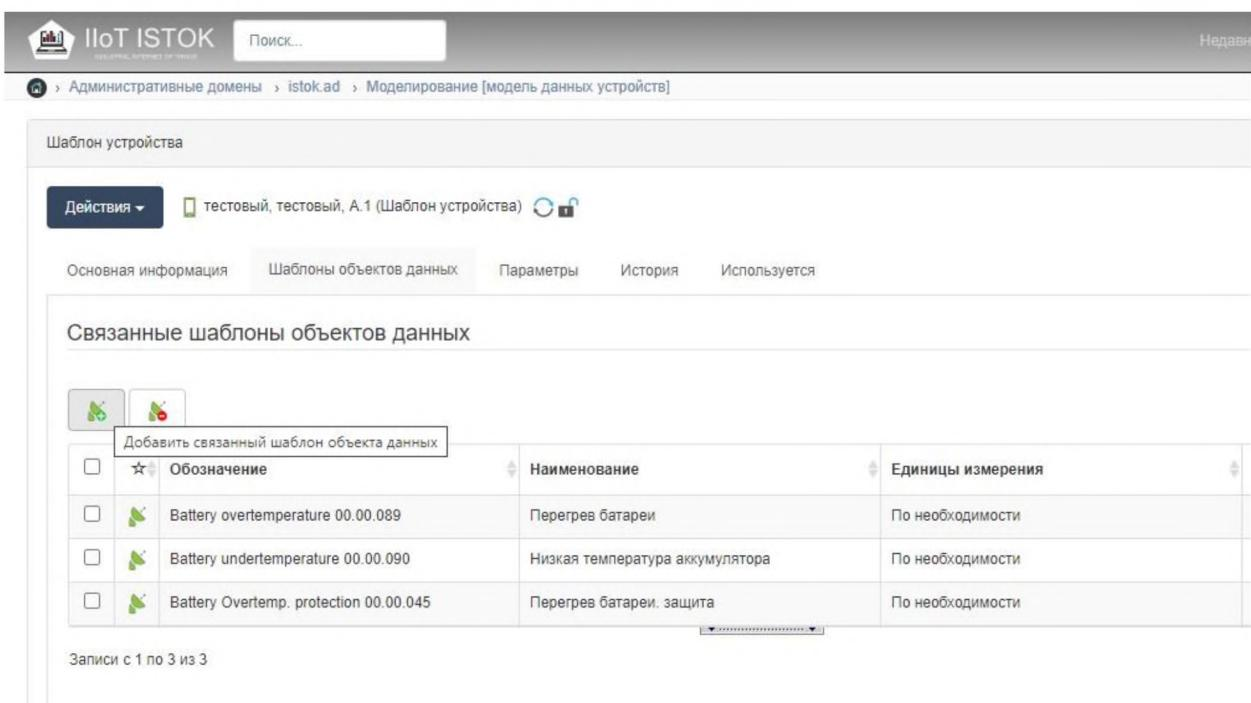

Рисунок 42 – Добавление связанного шаблона устройства
- 6) Перейдите на вкладку **Шаблоны объектов данных** и нажмите кнопку **Добавить связанный шаблон объекта данных** (рис. 42).